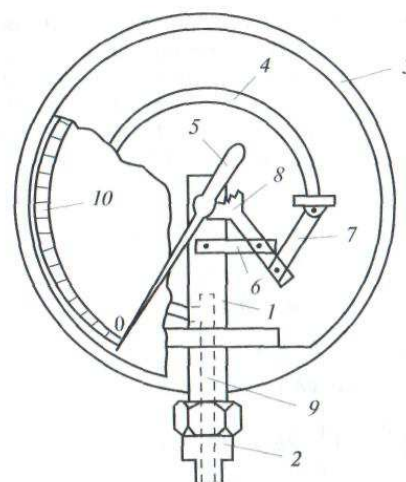

Рис. 2.4 - Пружинный манометр
2.1. Пружинные манометры используются для измерения больших давлений. Рассмотрим принцип действия манометра с одновитковой трубчатой пружиной (рис. 2.4). Деталью, воспринимающей давление, является полая изогнутая трубка 4, одним концом соединенная с полостью 9 в держателе 1.